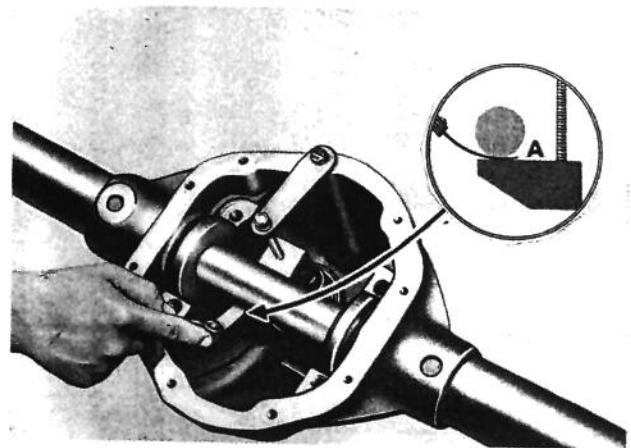

Fig. 196
- passe um calibrador de lâminas entre o bloco padrão e o carretel (fig. 196), obedecendo a tabela da figura 197